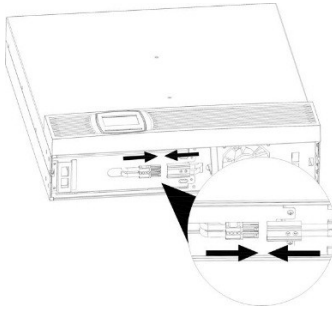

Figura 10: Collegamento dei connettori della batteria
3. Per motivi di sicurezza, il sistema UPS viene fornito con la batteria non collegata. Per attivare la batteria collegare l'uno all'altro i due connettori della batteria di colore rosso (cfr. Figura 10).